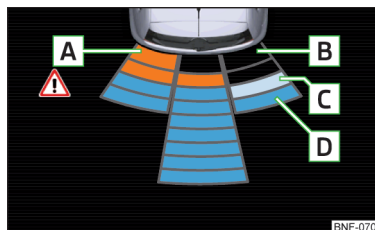

Fig. 96
Afișarea pe ecran » fig. 96
- A** Un obstacol recunoscut în zona de coliziune este redat prin segmentul colorat în culoare portocalie » fig. 96. Nu continuați deplasarea în direcția obstacolului!
- ▶ Prin atingerea cu degetul a ecranului aparatului multifuncțional » fig. 96.